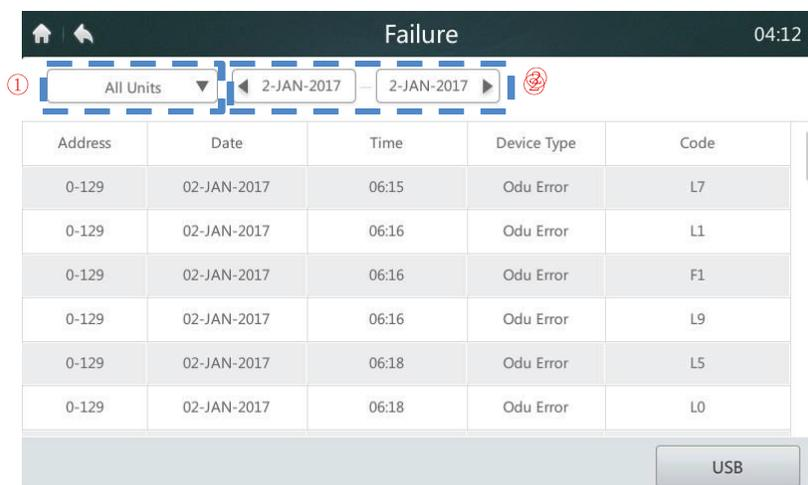

Figura 28. Página inicial 1 da página do relatório
1. Toque na lista suspensa na área marcada “1” na **Figura 28** e selecione o grupo ou todos os dispositivos a serem observados.
2. Toque na área marcada com “2” na **Figura 28** para exibir a janela de datas conforme mostrado abaixo. Toque na área no lado esquerdo para selecionar a data de início. Selecione a data final na área do lado direito.